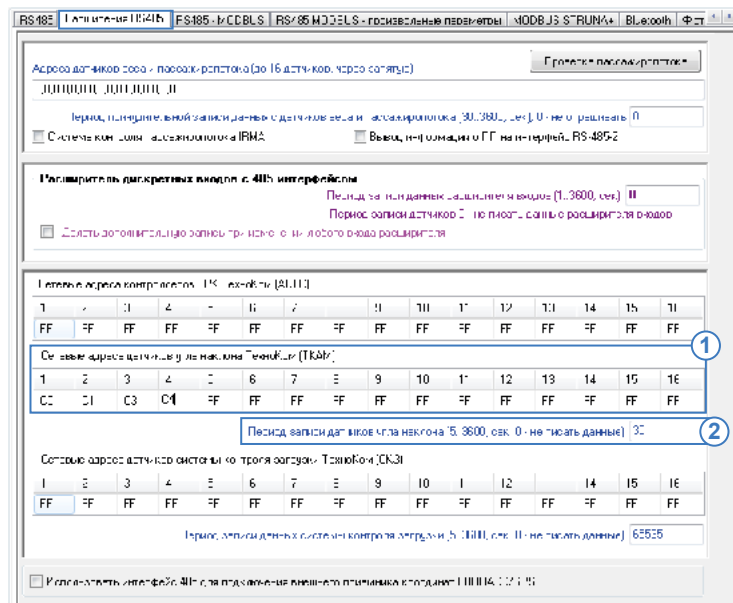

Рис.19. Настройка шины RS-485 контроллера АвтоГРАФ для подключения датчиков ТКАМ.
таблицу «Сетевые адреса датчиков угла наклона ТехноКом (ТКАМ)» (Рис.19, п.1). Диапазон допустимых адресов от С0 до С7. Допускается пропуск ячеек. К контроллеру АвтоГРАФ всего может быть подключено до 8 датчиков ТКАМ, остальные 8 адресов зарезервированы;
- задайте период записи данных с датчиков ТКАМ, подключенных по шине RS-485, в поле «Период записи датчиков угла наклона» (Рис.19, п.2). Минимальный период записи 5 секунд, максимальный – 3600 секунд, период 0 – отключает запись данных с датчиков угла наклона ТКАМ.
- ***TKAMOut1(channel)*** – параметр типа boolean (логический), возвращающий состояние Выхода 1 датчика ТКAM; channel – это порядковый номер датчика от 1 до 16. Порядковый номер датчика задается в настройках контроллера АвтоГРАФ (**Рис.19**) – это номер ячейки с адресом датчика.
- ***TKAMOut2(channel)*** – параметр типа boolean (логический), возвращающий состояние Выхода 2 датчика ТКAM; channel – это порядковый номер датчика от 1 до 16. Порядковый номер датчика задается в настройках контроллера АвтоГРАФ (**Рис.19**) – это номер ячейки с адресом датчика.
- ***TKAMAngle(channel)*** – параметр типа double, возвращающий угол наклона, измеренный датчиком ТКAM; channel – это порядковый номер датчика от 1 до 16. Порядковый номер датчика задается в настройках контроллера АвтоГРАФ (**Рис.19**) – это номер ячейки с адресом датчика.
- ***TKAMVibration(channel)*** – параметр типа int, возвращающий уровень вибраций в %, измеренный датчиком; channel – это порядковый номер датчика от 1 до 16. Порядковый номер датчика задается в настройках контроллера АвтоГРАФ (**Рис.19**) – это номер ячейки с адресом датчика.
- ***TKAMTemperature(channel)*** – параметры типа int, возвращающий значение температуры, измеренное датчиком; channel – это порядковый номер датчика от 1 до 16. Порядковый номер датчика задается в настройках контроллера АвтоГРАФ (**Рис.19**) – это номер ячейки с адресом датчика.
- ***TKAMRoulis(channel)*** – параметр типа double, возвращающий угол крена; channel – это порядковый номер датчика от 1 до 16. Порядковый номер датчика задается в настройках контроллера АвтоГРАФ (**Рис.19**) – это номер ячейки с адресом датчика.
- ***TKAMTangage(channel)*** – параметр типа double, возвращающий угол тангажа; channel – это порядковый номер датчика от 1 до 16. Порядковый номер датчика задается в настройках контроллера АвтоГРАФ (**Рис.19**) – это номер ячейки с адресом датчика.